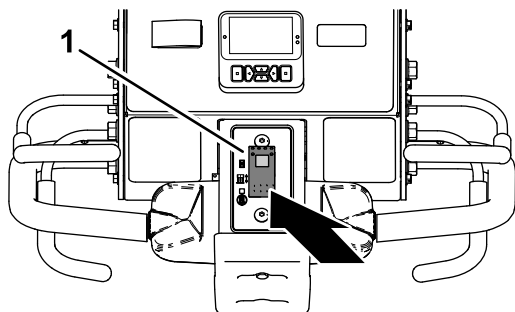

Figure 86
1. Poussez le bas de la commande d'abaissement (Figure 86) à la position ABAISSEMENT IMMÉDIAT.